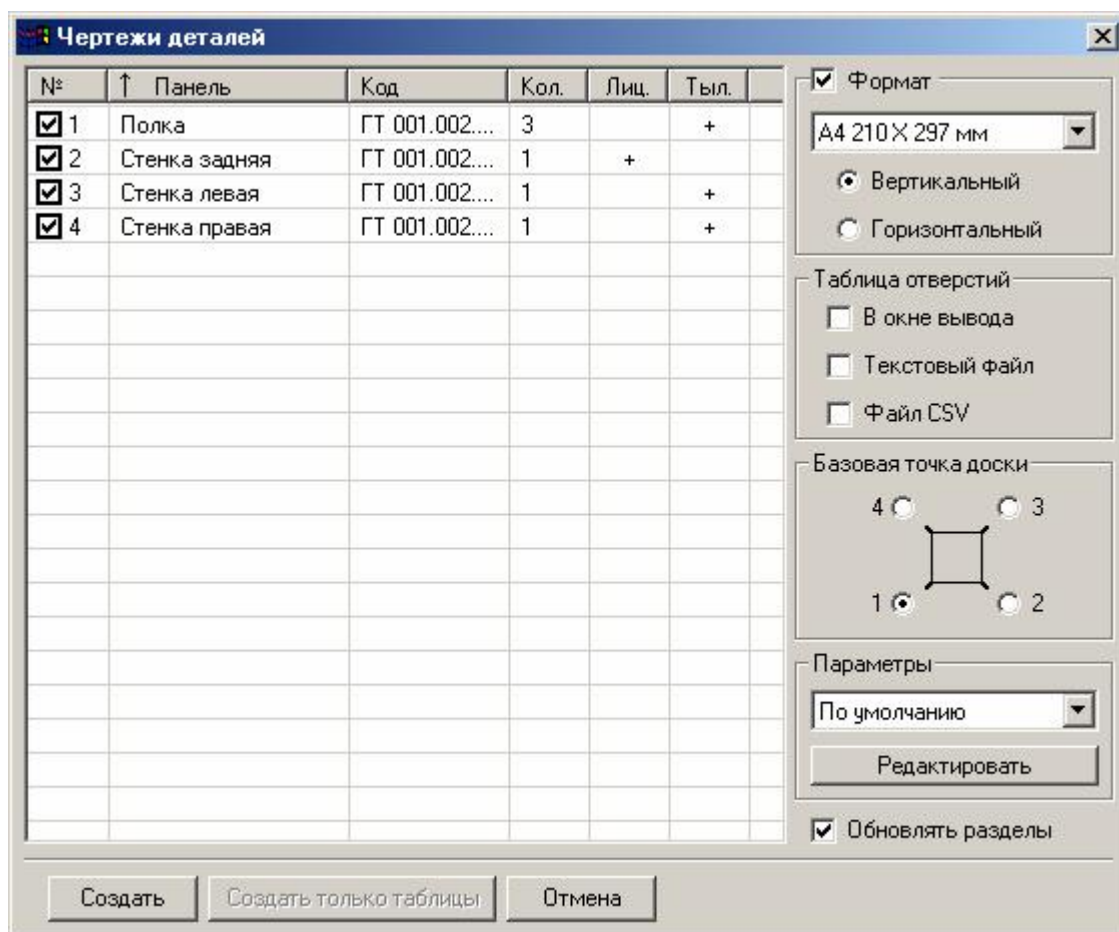

Рис. 103 Создание чертежей деталей для тумбы
1. Запустить приложение *Чертежи деталей* и выбрать в открывшемся одноименном окне формат А4 210×297, вертикальный и базовой точкой 1 (рис. 103).